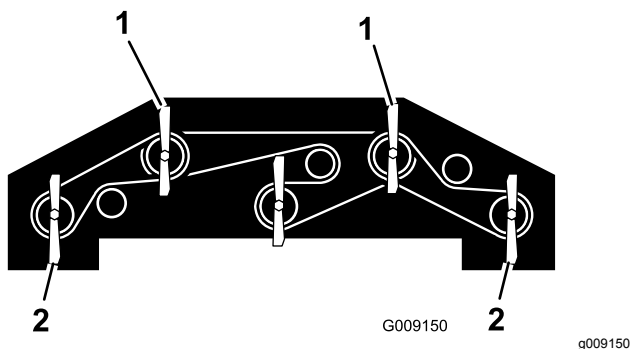

Figura 126
1. Ruotate ogni lama in modo che sia orientata direttamente in avanti (Figura 126).